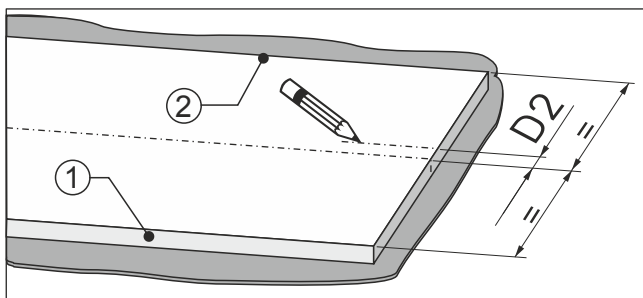

Fig. 93
- Mät från mitten av möbelfronten ett mått Fig. 93 (D2) i riktning mot dörranslags-sida Fig. 93 (2).